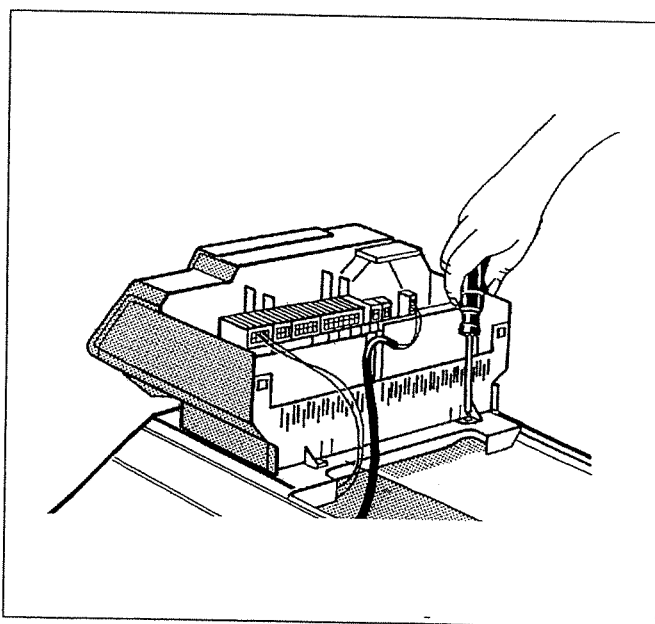

Fig. 11: Fissare l'apparecchio di regolazione tramite le viti
- Fissare l'apparecchio di regolazione sul coperchio caldaia anteriore mediante due viti (Fig. 11).